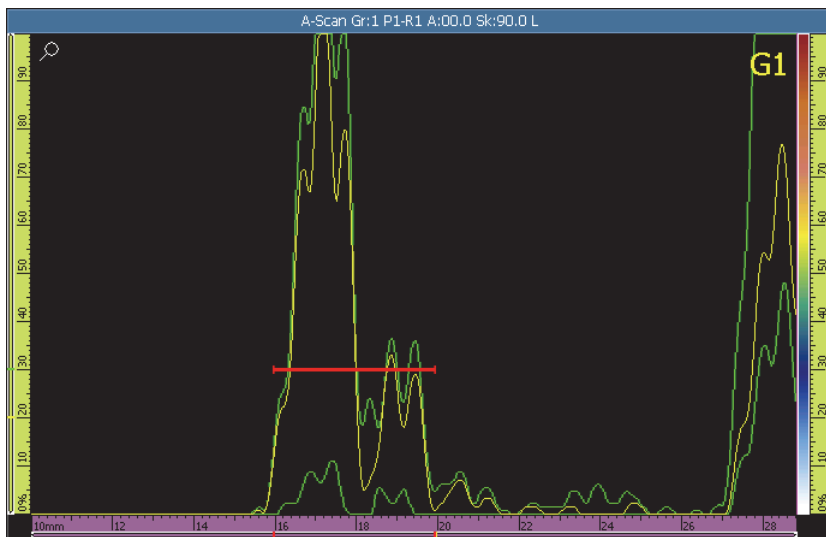

Рис. 5-6 Построение огибающей в процессе калибровки задержки призмы
- a) Перемещайте датчик по калибровочному блоку над отражателем, чтобы построить на экране прибора плавную огибающую (Рис. 5-6 на стр. 120).